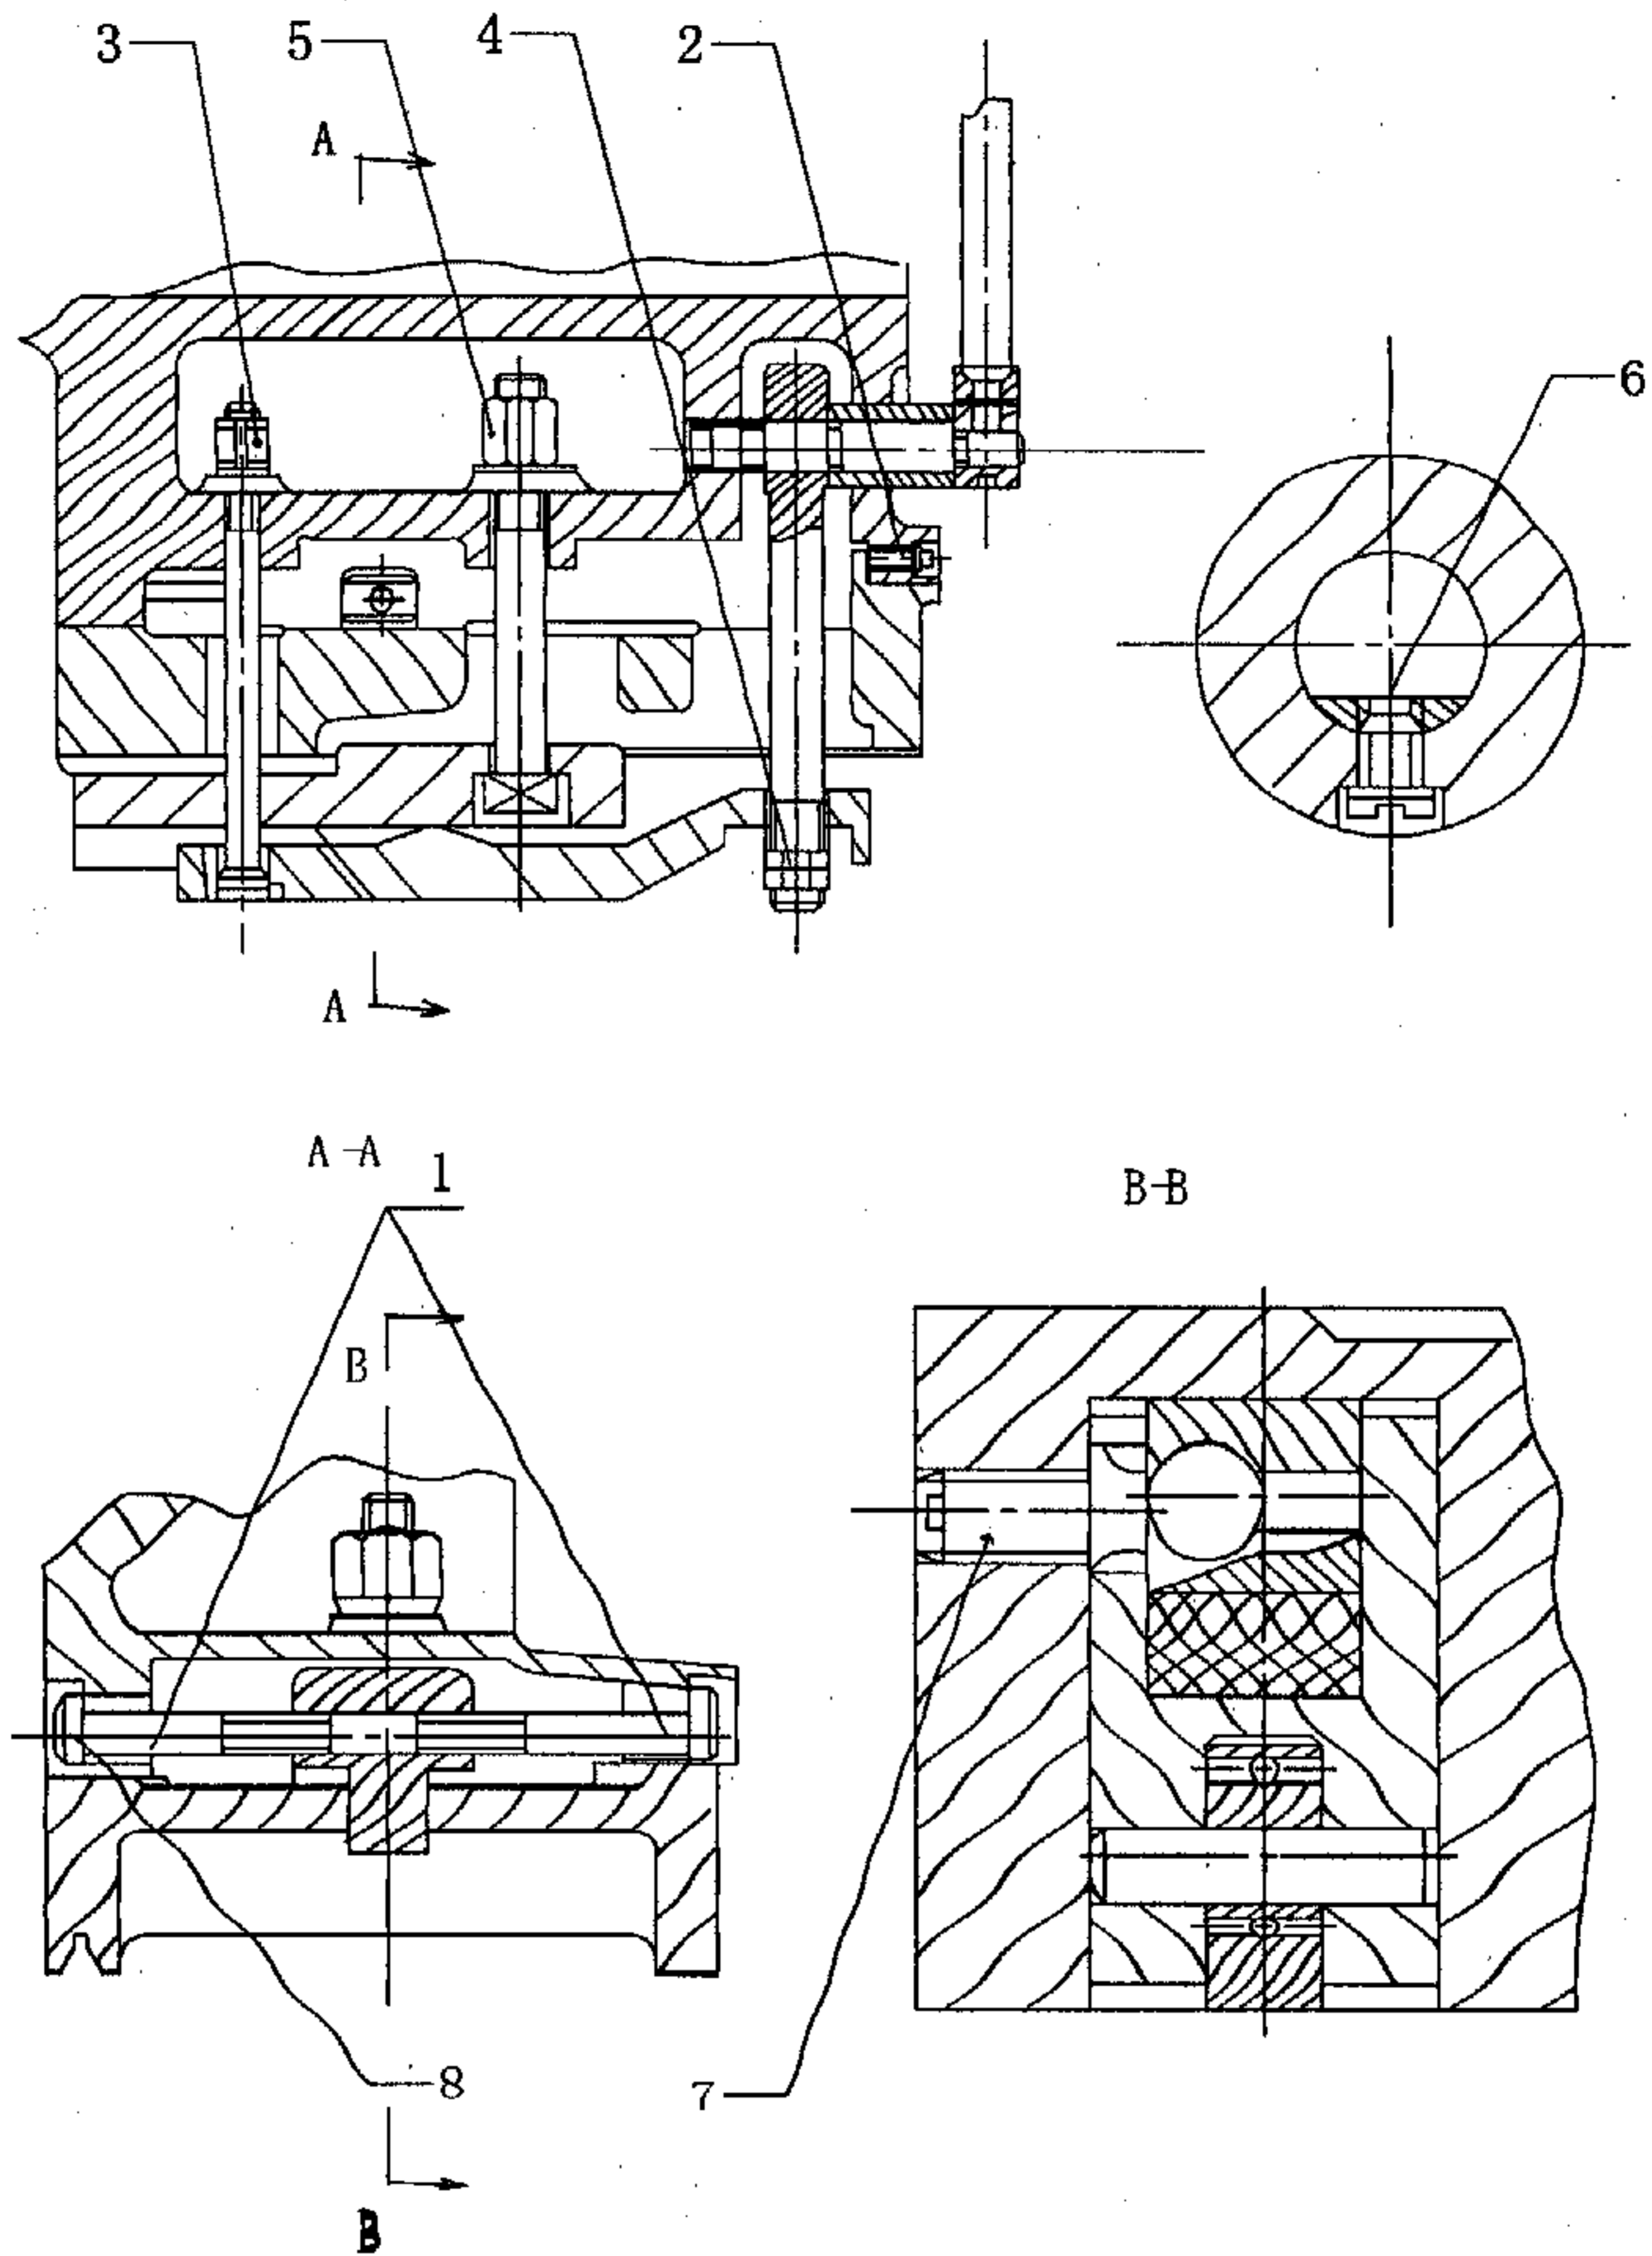

Рис. 11-6 Схема регулировки задней бабки
Стопор (6), закреплённый в конусном отверстии задней бабки, предназначен для предотвращения проворачивания установленного резца. Задняя бабка может перемещаться в поперечном направлении по односторонним направляющим. Регулировка поперечного перемещения выполняется винтом (1). Перед регулировкой убедитесь, что задняя бабка не зафиксирована и что винт (2) ослаблен. При переустановке задней бабки убедитесь, что фланцы (8) совмещены. Смотрите Рис. 11-6.